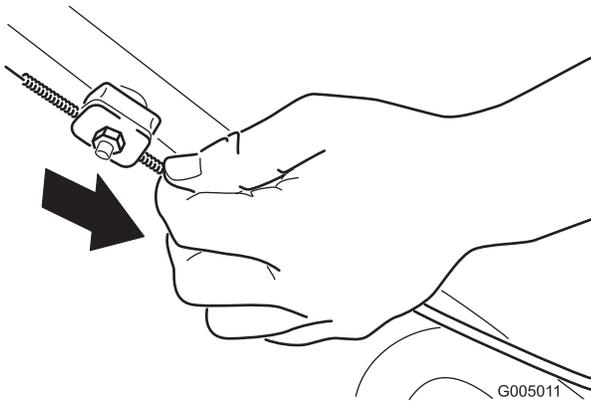

Figure 31
2. Tirez la gaine du câble vers le bas (vers la machine) jusqu'à ce qu'il n'y ait plus de mou dans le câble (Figure 31).